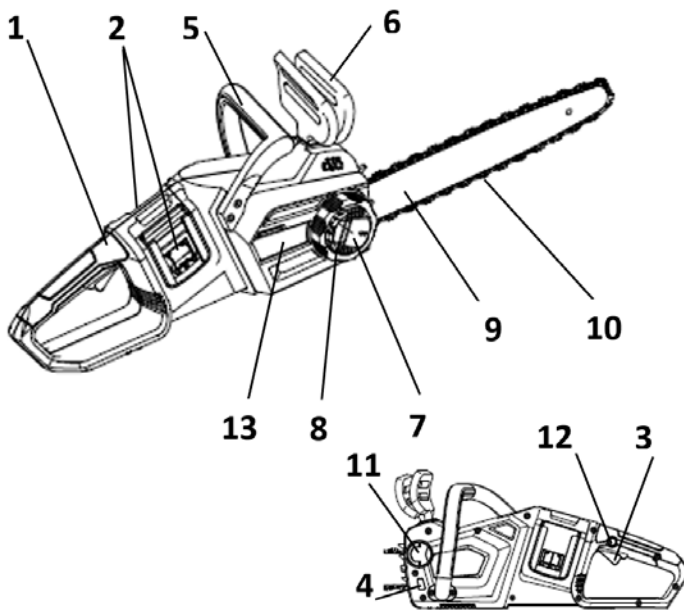

Рисунок 1
корпусу з органами управління та захисту (1,3,5,6); пиляльної гарнітури у складі шини (9), пиляльного ланцюга (10), систем натягування (7,8) та автоматичного змащування ланцюга (4,11); безколекторного двигуна, який встановлений по «подовжній» схемі – вісь двигуна паралельна осі виробу, при цьому рух на приводну шестерню ланцюга передається під кутом 90° через конічний редуктор; системи зчеплення з відцентровою муфтою та гальмами, – згідно рис. 1.
3.2.1 Переведіть важіль захисного пристрою (6, Рис.1) у бік пиляльної гарнітури до активації гальма ланцюга.
3.2.2 Послабте фіксатор (7, Рис.1), повернувши проти годинникової стрілки на 1-2 оберти.
3.2.3 Проверніть рукою маховичок системи натягу ланцюга (8, Рис.1) за годинниковою стрілкою до робочого стану. Правильним вважається натяг, при якому ланцюг можна відтягнути зусиллям руки за допомогою викрутки приблизно на 3-5 мм в середній частині шини.
3.2.4 Затягніть фіксатор (7, Рис.1) за годинниковою стрілкою до упору.
4.1.1 Для увімкнення виробу натисніть на кнопку блокування від випадкового вмикання (розташована з лівого боку основної рукоятки), а потім на пускову клавішу (3) (рис. 1). Для відключення виробу слід клавішу відпустити.